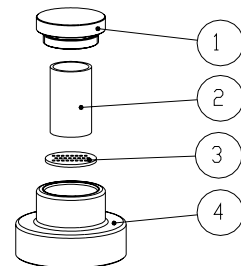

Рис.8
12.4. Замена фильтра а проверка состояние заряда в осушителе воздуха MONZUN - M1a и M2 (рис.8)